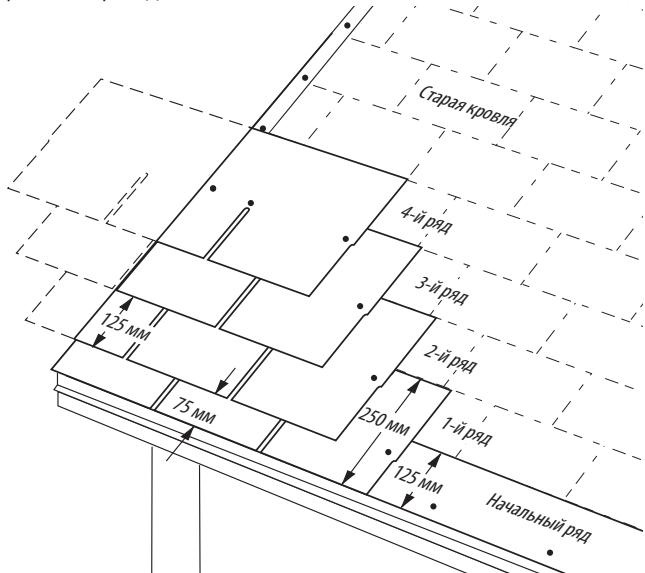

Рис. 13-14. Укладка гонта на существующую кровлю встык со старым гонтом.
2. Отрежьте 15,2 см с торца первого гонта начального ряда и уложите его поверх первого ряда старых гонтов, в левом нижнем углу крыши. Если используется капельник, то гонт начального ряда должен выступать за край ската и карнизов на 13 мм. Если капельник не используется, то гонт начального ряда должен выступать за край ската и карнизов на 19 мм (*Рис. 13-14*).
1. Для укладки первого ряда используйте полосовые гонты размером 25,4 см x 91,4 см, изготовленные путём обрезки язычков стандартных гонтов в нижней части на 5 см (*Рис. 13-14*).
1. Отрежьте 15,2 см с левого края целого гонта. Совместите верхнюю кромку этого куска гонта размером 30,5 см x 76,2 см с нижней кромкой гонта старого четвёртого ряда. Выровняйте левый край с левым краем первого ряда (*Рис. 13-14*).
1. В третьем ряду отрежьте 30,5 см с левого края целого гонта и уложите этот кусок шириной 61 см над гонтом нового второго ряда (*Рис. 13-14*). Совместите верхний край нового гонта с нижним краем старых гонтов в ряду выше него (пятый ряд старой кровли).